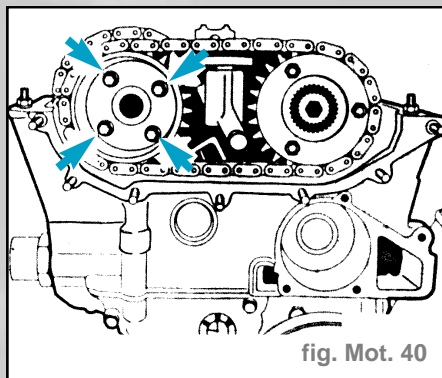

fig. Mot. 40
- Déposer les vis et retirer la cale de l'arbre à cames d'échappement (fig. Mot. 40).